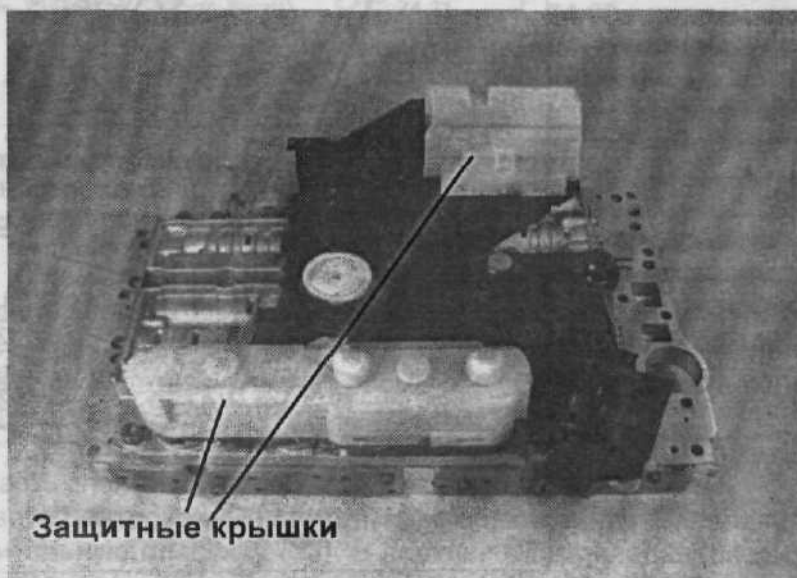

Рис. 111.
8. После закрепления всех элементов в электрической пластине следует установить защитные крышки соленоидов (рис. 111). На ранних конструкциях пластины эти крышки не использовались. Их стали устанавливать для предохранения электрической цепи от короткого замыкания, которое может возникнуть из-за наличия в масле металлических частиц. Защитные крышки отдельно не поставляются. Обычно они поставляются вместе с электрической пластиной.